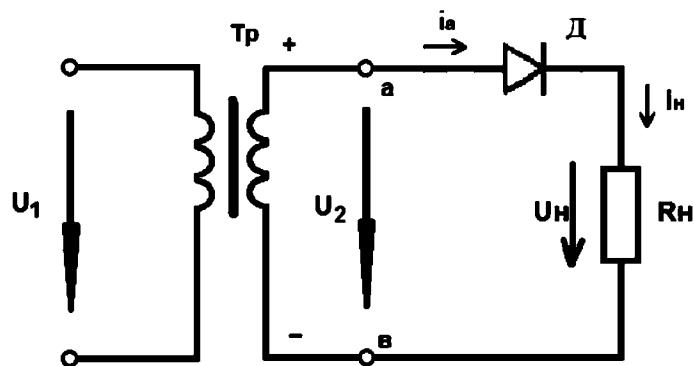

Рис. 2.5. Однополупериодный выпрямитель. Первый полупериод: 0-0,5Т; диод  $D$  открыт. Второй полупериод: 0,5Т-Т; диод  $D$  закрыт
5. Однополупериодный выпрямитель (рис. 2.5) состоит из трансформатора, к вторичной обмотке которого последовательно подсоединены диод  $D$  и нагрузочный резистор  $R_H$ . Применяют для питания высокоомных нагрузочных устройств (например, электронно-лучевых трубок) допускающих повышенную пульсацию, мощность не более 10–15 Вт.